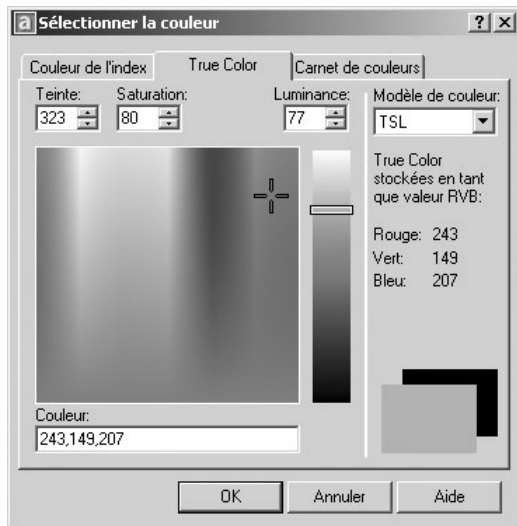

Fig.6.32
- **True Color** (True Color) : définit des paramètres de couleur à l'aide des couleurs True Color (24 bits), avec le modèle de couleurs Teinte, Luminosité, Saturation (TLS) ou avec le modèle Rouge, Vert, Bleu (RVB). La fonctionnalité True Color permet d'utiliser plus de 16 millions de couleurs (fig.6.32)